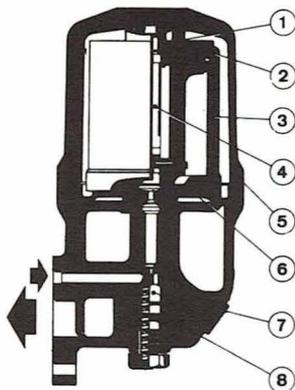

Fig. 2.6. - Depurador centrífugo de aceite.
2.8 ENTRETENIMIENTO DEL DEPURADOR CENTRIFUGO (Fig. 2.6)